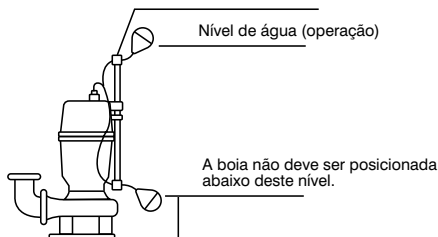

Fig. 3
(8) Para bombas automáticas (DVSA), instale as boias como mostrado na Fig. 3. A bomba não parte se uma chave boia tocar na parede do tanque de água ou tubulação. Instale as boias de modo a evitar que isto ocorra.